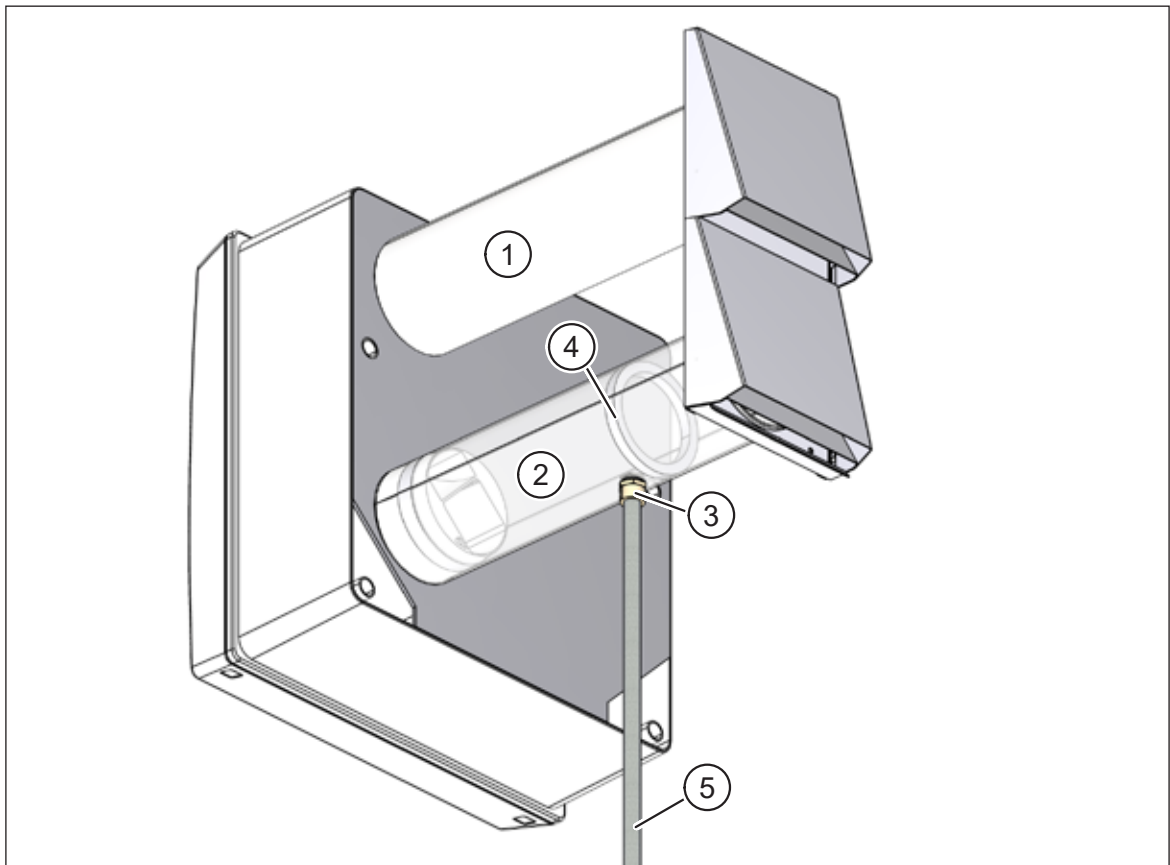

Abb. 28: Kondensatabführung am Fortluftrohr
- Außenluftrohr, DN 100, 0,5 m (Pos. 1 in Abb. 28)
- Fortluftrohr DN 100, 0,5 m (Pos. 2 in Abb. 28), mit 1/2“-Außengewindeanschluss (Pos. 3 in Abb. 28) und Barriere (Pos. 4 in Abb. 28) zum Rückhalten des Kondensats.
- Schützen Sie das Kondensatableitungsrohr (Pos. 5 in Abb. 28) in kalten Regionen vor Frost, z. B. durch Verlegung hinter der Fassadendämmung.